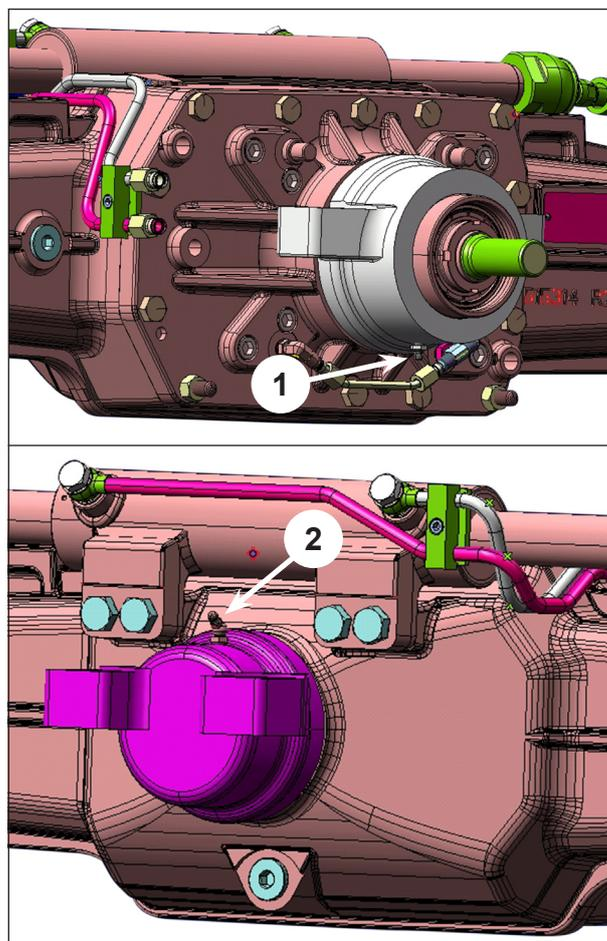

Abb.7-22
- Buchsen des Zentralbolzens für das Pendeln der Vor- derachse (1 vorn (2) und 1 hinten (1) - Abb.7-22)